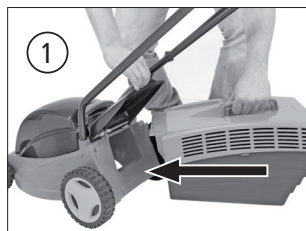

Fig. 26
Levante o defletor (1) e encaixe a aba do coletor na saliência do chassi [Fig. 26].